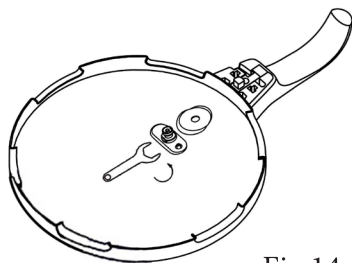
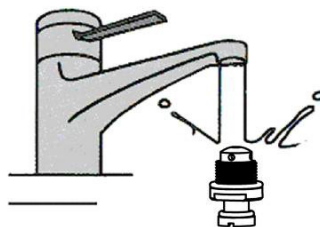

Fig.14
Fig.15
- Z tyłu pokrywy odkręcić zawór kluczem w kierunku przeciwnym do ruchu wskazówek zegara, następnie zdemontować go (Rys. 14) i umyć jak pokazano na rys. 15.